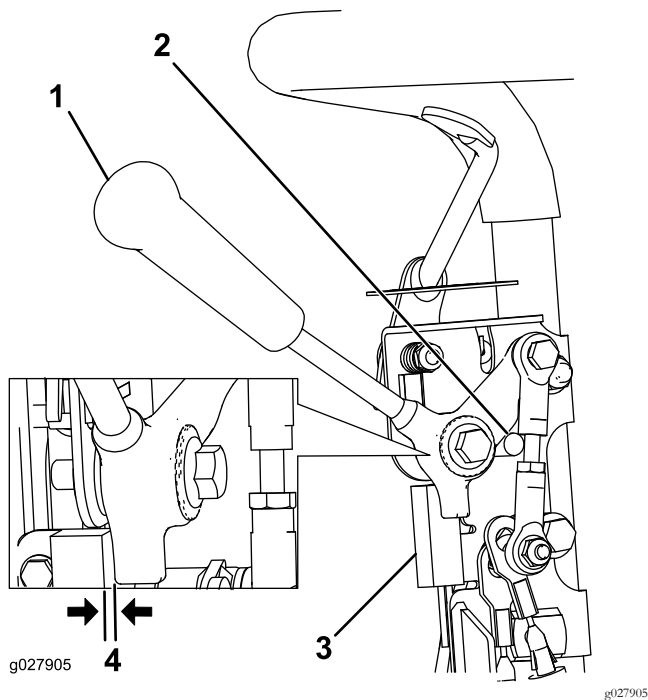

Figura 30
1. Asegúrese de que el motor está parado, y que la palanca de tracción está desengranada y apoyada en el tope de punto muerto (Figura 30).
2. Afloje las fijaciones de montaje del interruptor de seguridad (Figura 30).
3. Coloque un suplemento de 0,8 mm (0.032") de grosor entre la palanca de tracción y el interruptor de seguridad (Figura 30).